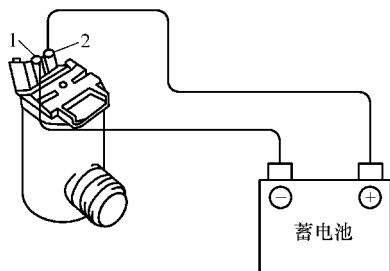

图 10-47 连接蓄电池测试洗涤器电动机
2) 断开点火开关, 拔出洗涤器电动机插头, 如图 10-47 所示, 将连接洗涤器电动机的 2 号接线端连接至蓄电池正极, 然后把 1 号接线端连接至蓄电池负极。检查洗涤器电动机是否运转。若不运转, 表明洗涤器电动机出现故障, 更换洗涤器电动机。